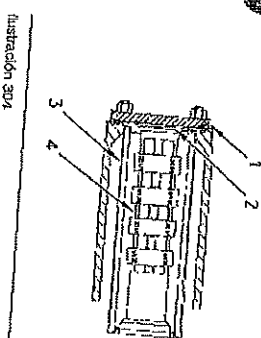

Ilustración 304
5. Instale los tiras limpios en el conjunto de tubería. Vea en la Ilustración 304 la configuración de los tiras. Instale el conjunto de tubería, la rejilla y la arandela oculta.